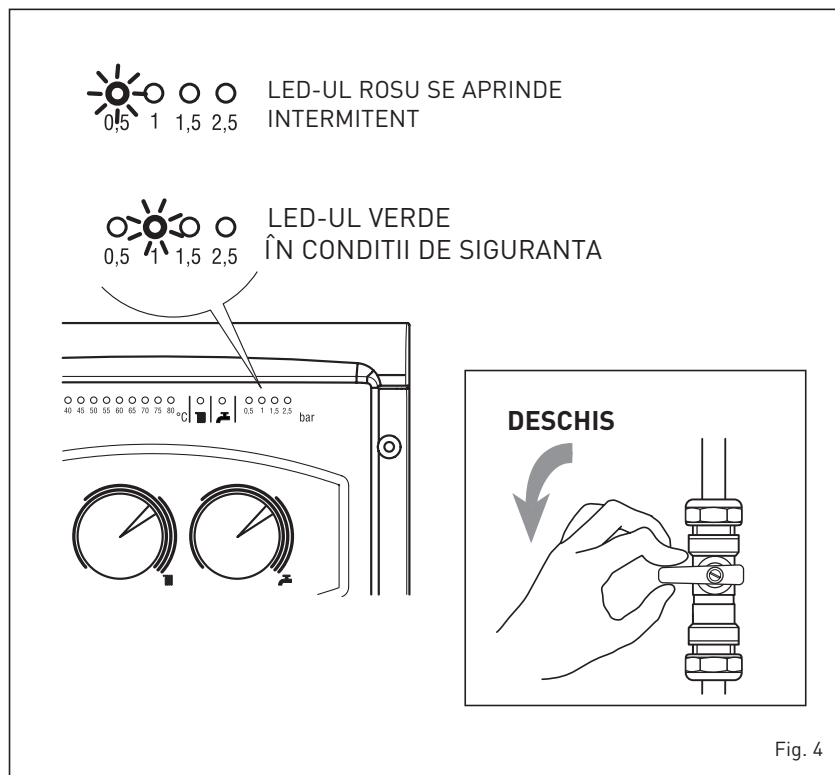

Fig. 4
– Presiunea apei insuficientă (fig. 4)